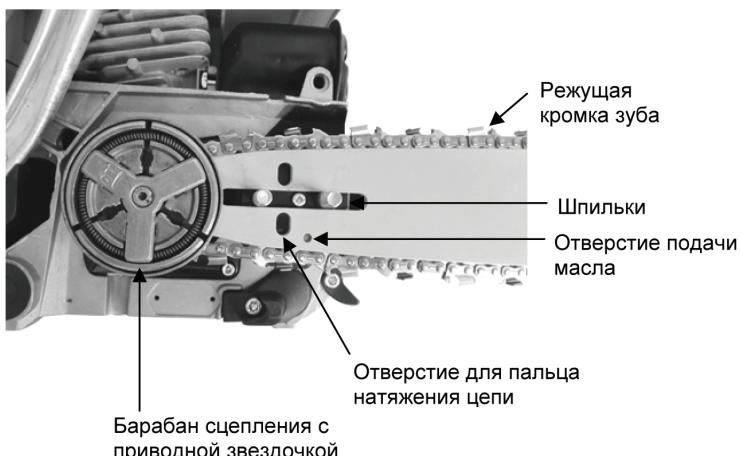

Рис. 4
- Установите шину на шпильки (Рис. 4)
- Наденьте цепь на зубчатую приводную шестерню (Рис. 4), затем наденьте цепь на шину таким образом, чтобы зубья цепи были направлены режущими кромками по ходу движения цепи (по часовой стрелке).